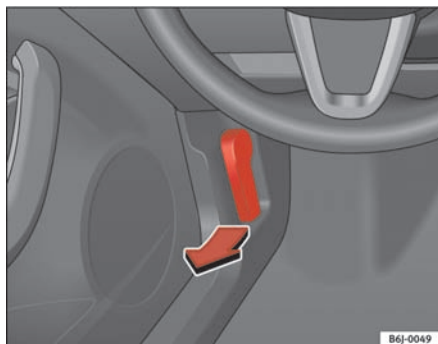

Fig. 109 Udløsergreb til motorhjelme
- Træk grebet under instrumentpanelet ⇒ fig. 109 i pilens retning for at åbne motorhjelmen. Motorhjelmen bliver løsnet ved hjælp af en fjeder ⇒ ⚠.